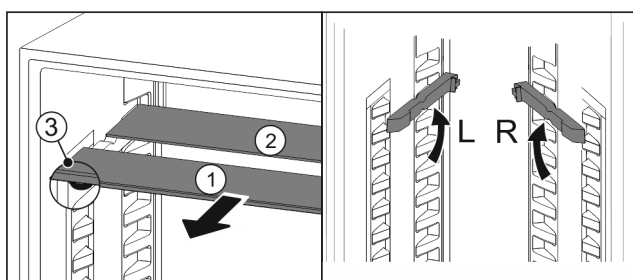

Fig. 100
- Sortir les tablettes par l'avant *Fig. 100 (1)*.
- ▷ La tablette en verre *Fig. 100 (1)* avec bordure décorative est située à l'avant.
- ▷ Les butées *Fig. 100 (3)* sont orientées vers le bas.